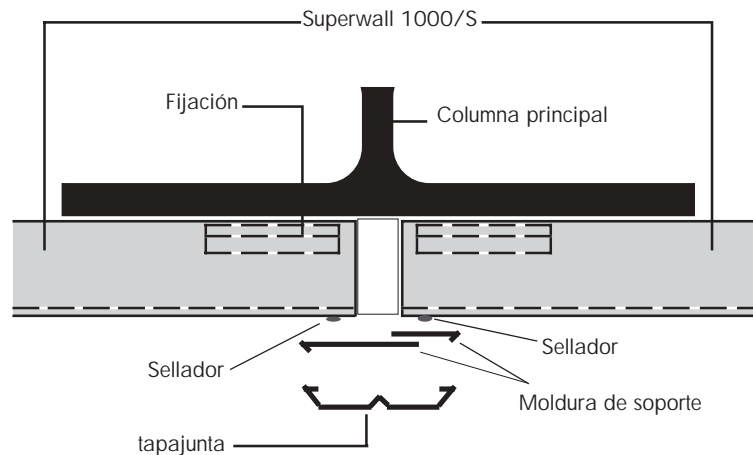

Fig. 21
- c) Completar las operaciones aplicando tapajuntas a presión (Fig. 21)